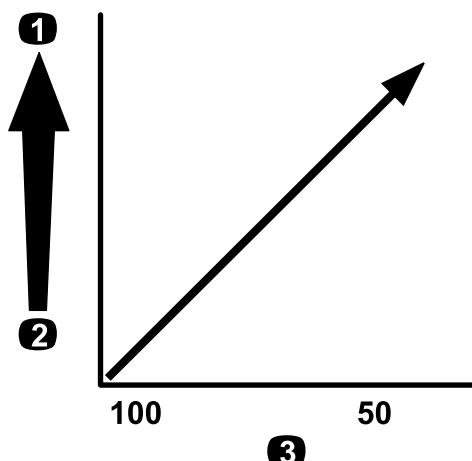

Figure 68
**Important:** Lorsque vous pulvérisez des produits chimiques de viscosité plus élevée (plus épais) ou des solutions avec poudres mouillables, vous devrez peut-être utiliser un maillage plus grossier pour le filtre des pastilles de buses optionnel ; voir Figure 68.